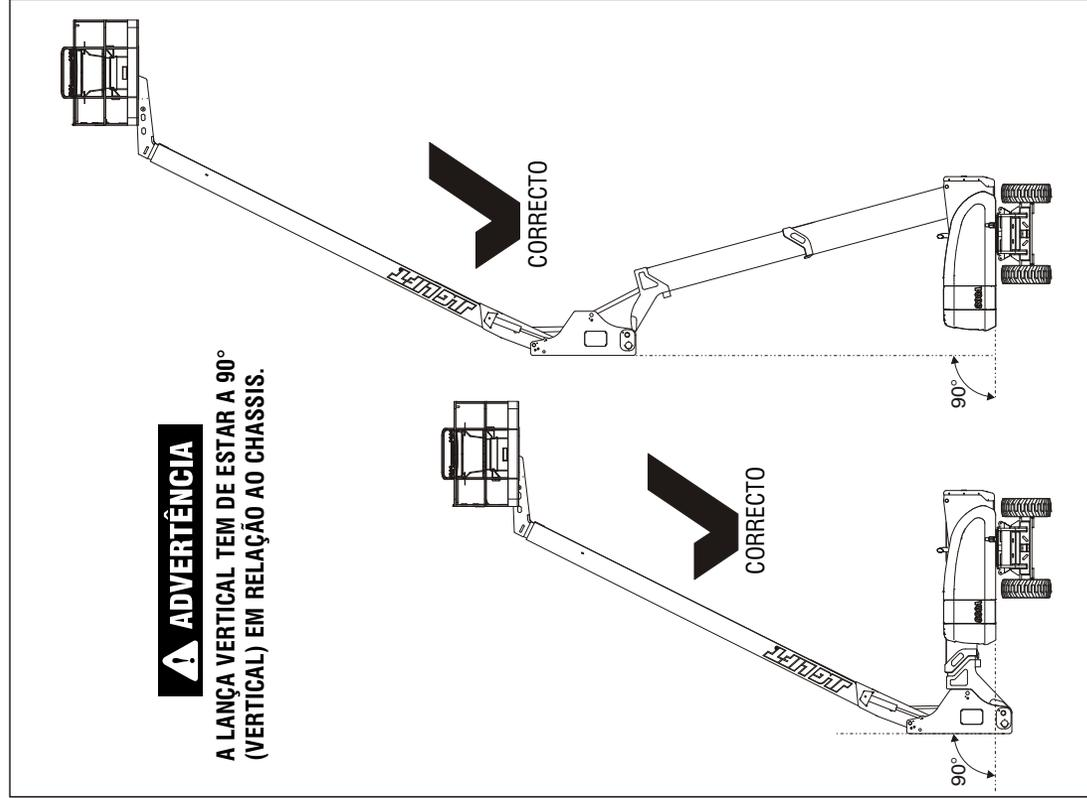
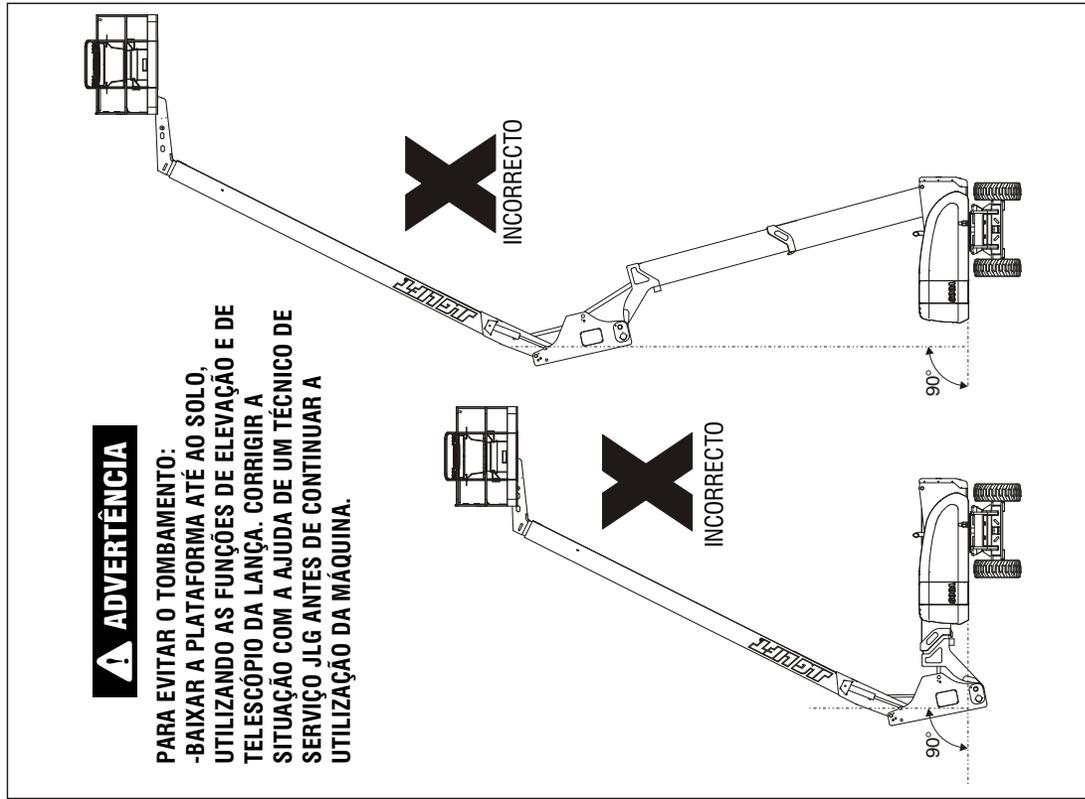

Figura 2-9. Posicionamento da lança na vertical - Correcto
Figura 2-10. Posicionamento da lança na vertical - Incorrecto
- 43. **Vertical** - Na posição vertical em relação ao chassis. Ver Figura 2-9. e Figura 2-10. Em caso de desalinhamento, não utilizar a máquina até que a posição vertical tenha sido sincronizada, de acordo com o Capítulo 4.16.
- c. Elevar a lança da base da torre a cerca de 40 graus e, em seguida, baixar a lança da torre até à sua posição horizontal. Ao elevar e baixar a lança da torre, observar a posição do componente vertical. Garantir que o componente permanece na vertical em relação ao chassis. Consultar Figura 2-9. e Figura 2-10.